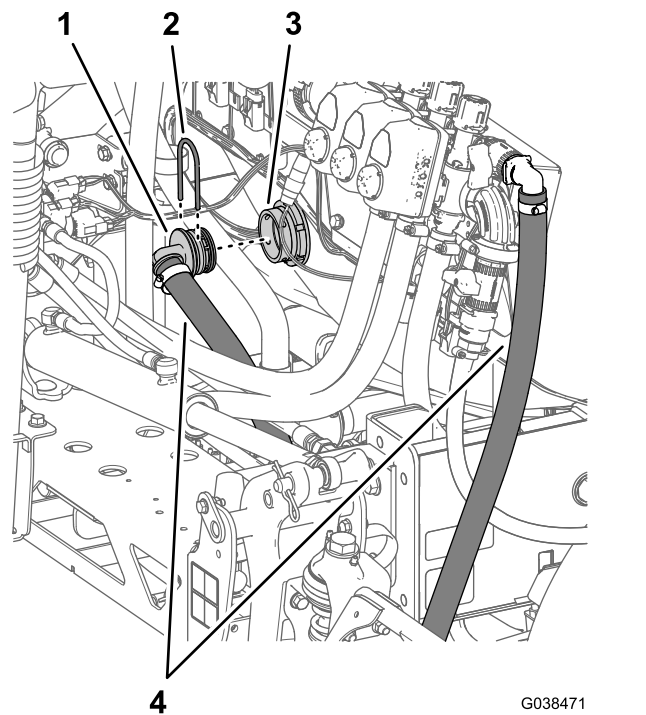

Figura 100
- Disponete il flessibile di bypass di sezione attorno al profilato del telaio di destra verso il raccordo del diaframma nel serbatoio dell'irroratrice, come illustrato nella Figura 100.
- Montate il raccordo dentellato a 90° del flessibile di bypass di sezione nel raccordo del diaframma (Figura 100).
- Fissate il raccordo a 90° al raccordo del diaframma (Figura 100) con il fermo (grande) che avete rimosso al passaggio 1 di Rimozione del flessibile di bypass di sezione (pagina 16).